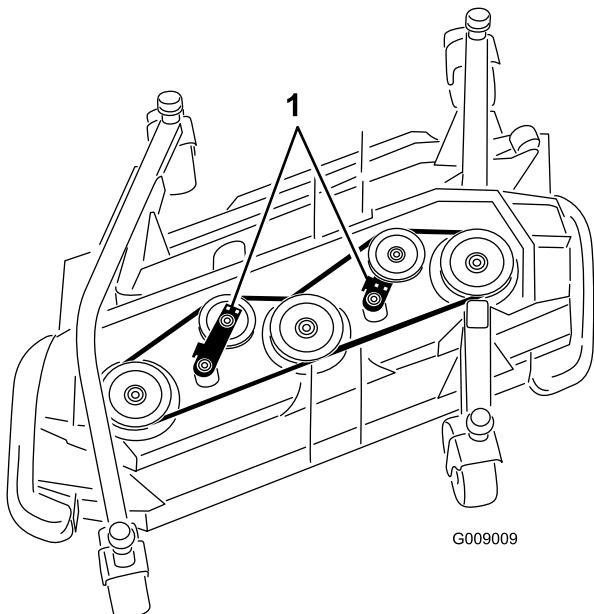

Figure 129
5. À l'aide d'une clé à cliquet ou d'un outil similaire, éloignez les poulies de tension de la courroie d' entraînement pour détendre cette dernière et pouvoir la déchausser des poulies (Figure 129).